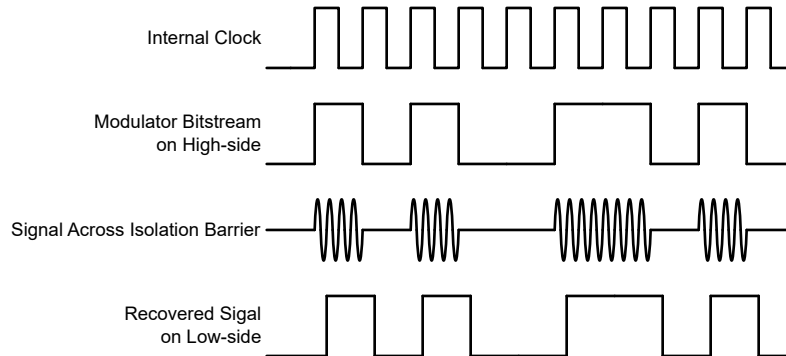

図 7-1. OOK ベースの変調方式
図 7-1 に示されているように、AMC0x30S は、オン / オフ キーイング (OOK) 変調方式を使用して、変調器の出力ビットストリームを、SiO₂ ベースの絶縁膜間で伝送します。送信ドライバ (TX) をに 機能ブロック図 示します。TX は、内部で生成された高周波キャリアを絶縁バリア越しに送信し、デジタル 1 を表現します。ただし、TX はデジタル 0 を表す信号を送信しません。AMC0x30S で使用されるキャリアの公称周波数は 480MHz です。